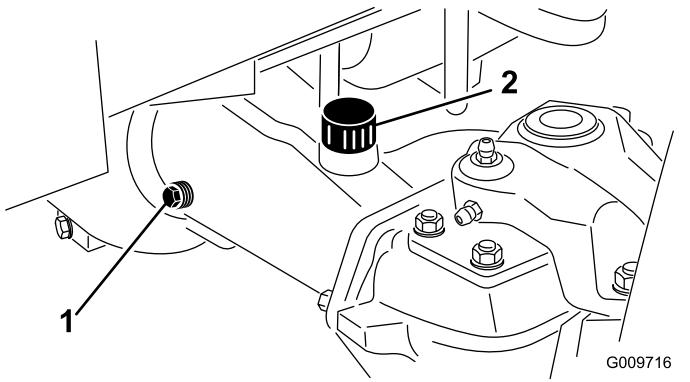

Figura 57
- Retire un tapón de verificación de un extremo del eje y asegúrese de que el lubricante llega al borde inferior del orificio (Figura 57).